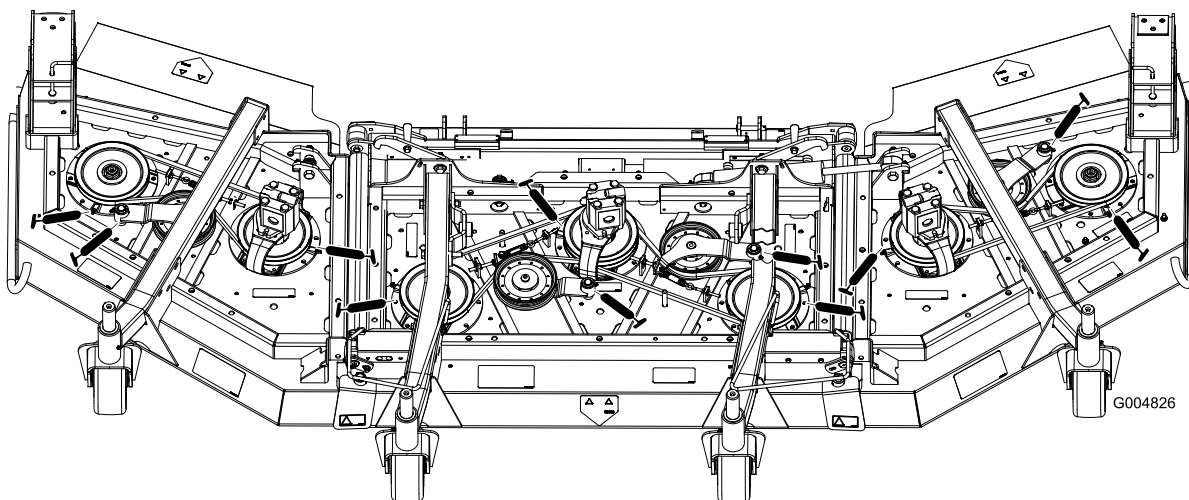

Figura 42
- Cojinetes de eje (3) (situados debajo de la polea) (Figura 42).
- Casquillos del pivote del brazo tensor (2) (Figura 42)